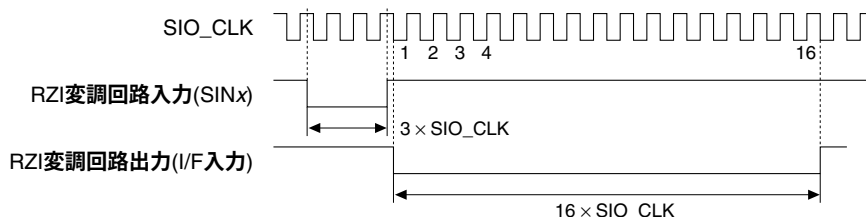

図20.8.3.2 RZI変調回路によるデータの復調
- 図20.8.3.2は入力信号が3 × SIO_CLK幅のLowパルスになっていますが、回路的にはエッジ (IRRL = 0のときは立ち上がりエッジ、IRRL = 1のときは立ち下がりエッジ) で受けるようになっています。ノイズなどにより誤動作する可能性がありますので注意してください。